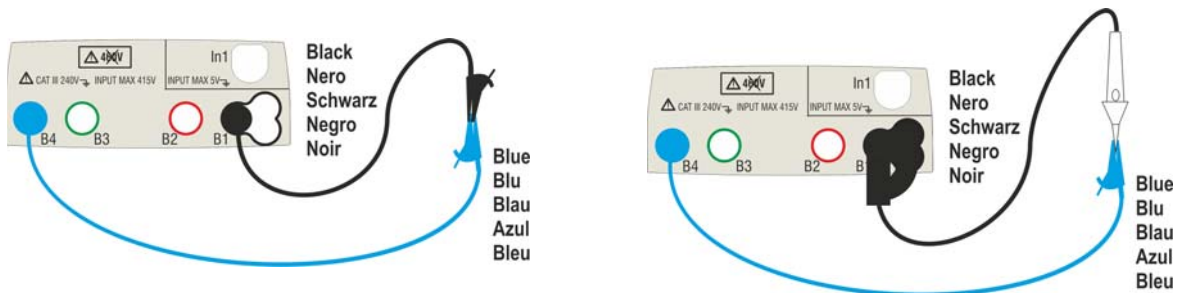

Fig. 7 : Compensation de la résistance des câbles simples et de l'embout à distance
5. Exécuter, si nécessaire, la compensation de la résistance des bornes de mesure en connectant les câbles ou l'embout à distance comme il est indiqué à la Fig. 7